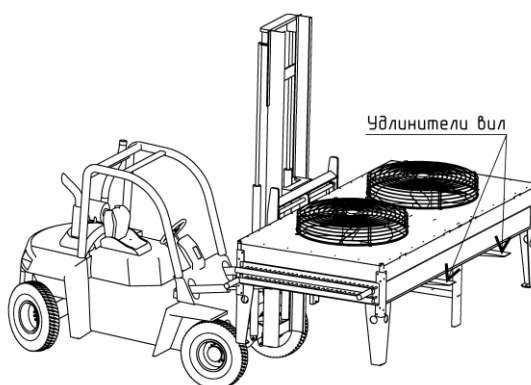

Рис.5. Перевозка ВФК
11.7. При выполнении погрузочно-разгрузочных работ с помощью вилочного погрузчика, во избежание нанесения повреждений оборудованию, необходимо применять поставляемые в комплекте удлинители вилок (рис.5).